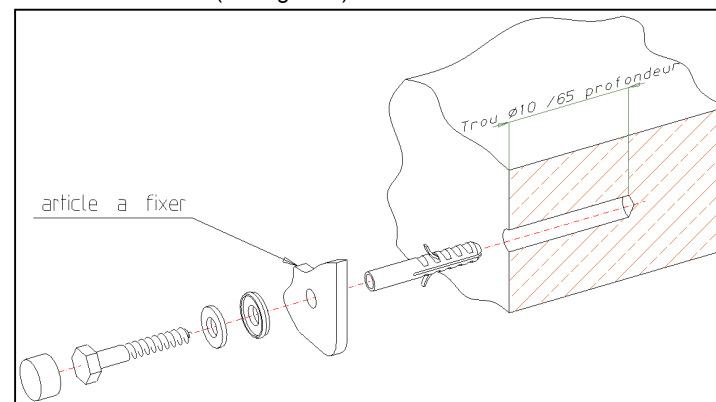

Figure 2. Fixation au mur
- Vissez le siège de douche sur le mur en utilisant de préférence les vis du jeu de fixations R6600 (voir figure 2).